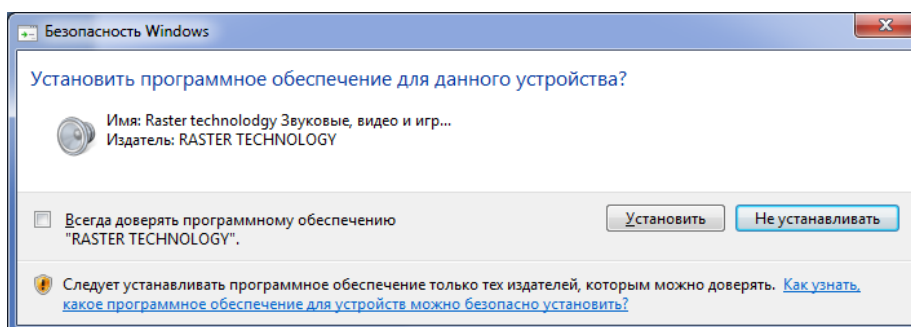

Рис.14. Вид окна "Безопасность Windows"
3.3.8 При появлении окна "Безопасность Windows", рис.14, нажмите кнопку "Установить".